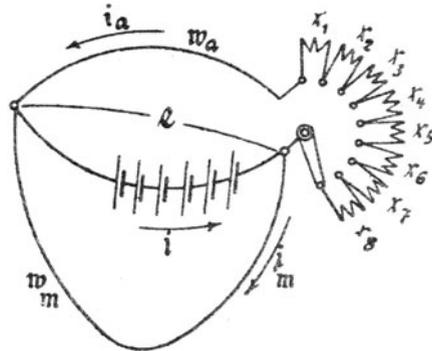

Fig. 80.
wo n die Anzahl der Stufen (8 in Fig. 80) bezeichnet.
Für die einzelnen Stufen der Fig. 80 gelten die Formeln
*) Aus der Fig. 80 erkennt man, daß i_m , also auch \mathcal{O}_0 , unabhängig ist von der Stellung der Anlasserkurbel. Ist aber \mathcal{O}_0 konstant, so zeigt die Formel 49, daß auch der Ankerstrom derselbe bleibt, wenn das Drehmoment PR konstant ist, was vorausgesetzt werden soll. Ist in Fig. 80 nur der Widerstand x_1 eingeschaltet, so durchfließt der Ankerstrom i_a die Widerstände x_1 und w_a , in denen die Spannung $i_a (w_a + x_1)$ verloren geht, so daß die elektromotorische Gegenkraft des Ankers ist